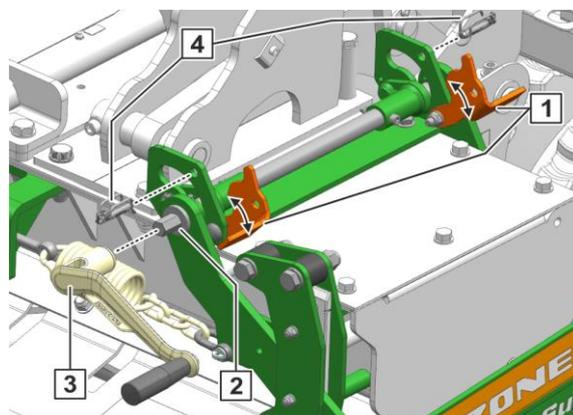

图 151
1. 拆卸制轮楔 (图 151/4)
2. 将操作工具放在 (图 151/3) 调节轴 (图 151/2) 上。
3. 要减轻支撑角钢 (图 151/1) 的负荷时，应顺时针旋转操作工具。